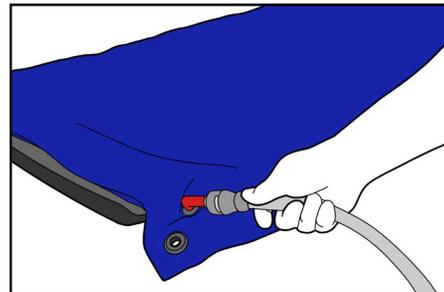

Fig. 7
1. Raccorder le tuyau d'aspiration à la vanne. Lorsqu'un « clic » est entendu, cela confirme que le raccordement est correct et que le tuyau et la vanne sont bien connectés (Fig. 7).